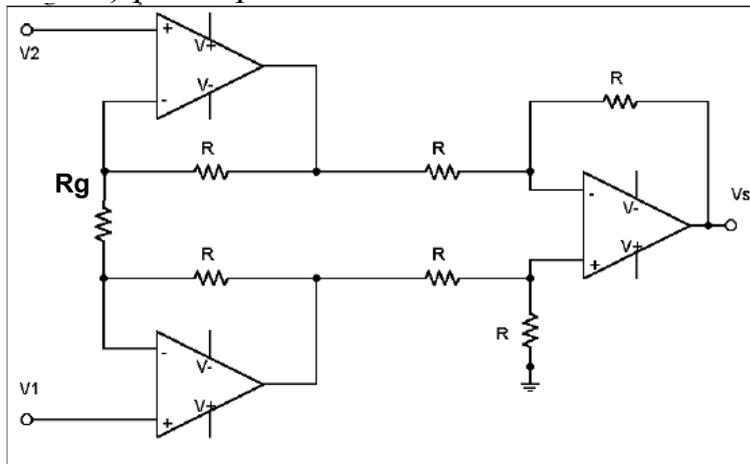

Figure 3: schéma électrique de l'amplificateur d'instrumentation à trois amplificateurs
**Sur la fig 3 on réalise le schéma complet (source de courant + cellule différentielle) :**